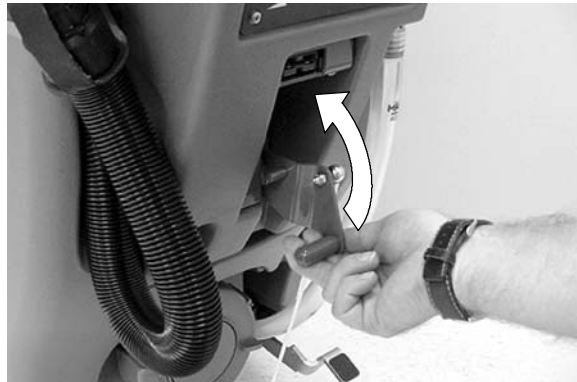

РИС. 4
2. Поднимите рычаг подъема швабры в верхнее положение (Рисунок 4).